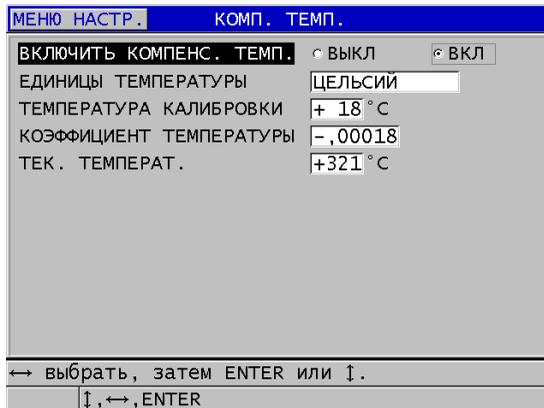

Рис. 10-18 Окно КОМП. ТЕМП.
3. В окне **КОМП. ТЕМП.** (см. Рис. 10-18 на стр. 178):